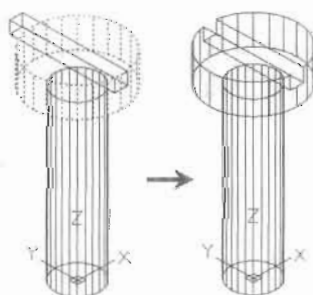

图 14-99
(4) 执行“修改>实体编辑>差集”菜单命令，用上面的圆柱体减去长方体，如图 14-99 所示，命令执行过程如下。